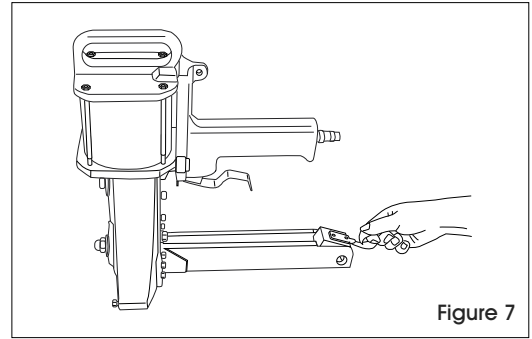

Figure 7
4. Remplacez délicatement le pousseur en position. (Voir Figure 7)